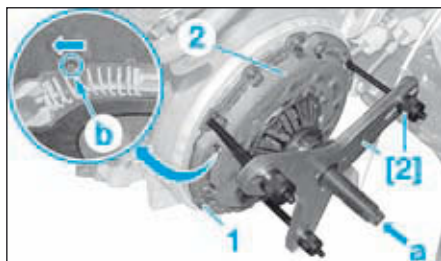

FIG.2
- Déposer les 3 vis de fixation (1) (une vis sur deux) (Fig.2).
- Positionner l'outil [2] sur le mécanisme d'embrayage (2).
- Comprimer le mécanisme d'embrayage (2) en agissant sur la vis centrale de l'outil [2] en (a).